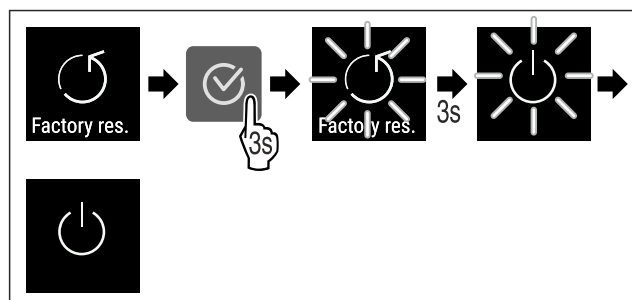

Fig. 112
► Wykonać czynności (patrz Fig. 112) .